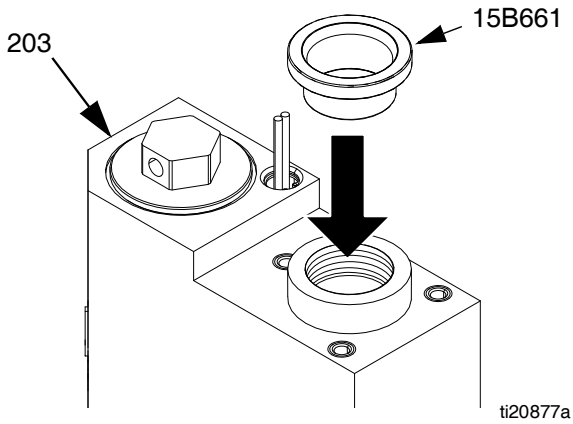

图 30
1. 为保护密封件免受锐角螺纹刮伤, 需将密封件安装工具 15B661 置于喉孔中。参见图 30。
7. 安装固定螺母 (235)。参见图 30。